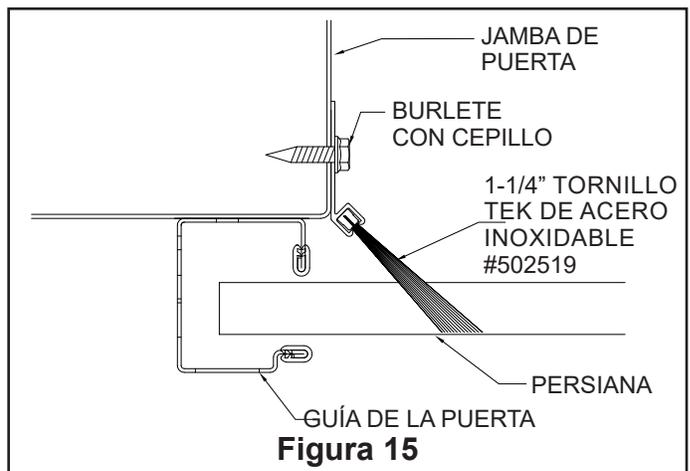

Figura 15
**11.2** Cierre la puerta antes de instalar el burlete con cepillo. Coloque el burlete con cepillo de forma que toque la parte plana del interior de la persiana (véase la Figura 15). Asegure los burletes con cepillo a la jamba cada 12” con los sujetadores adecuados.